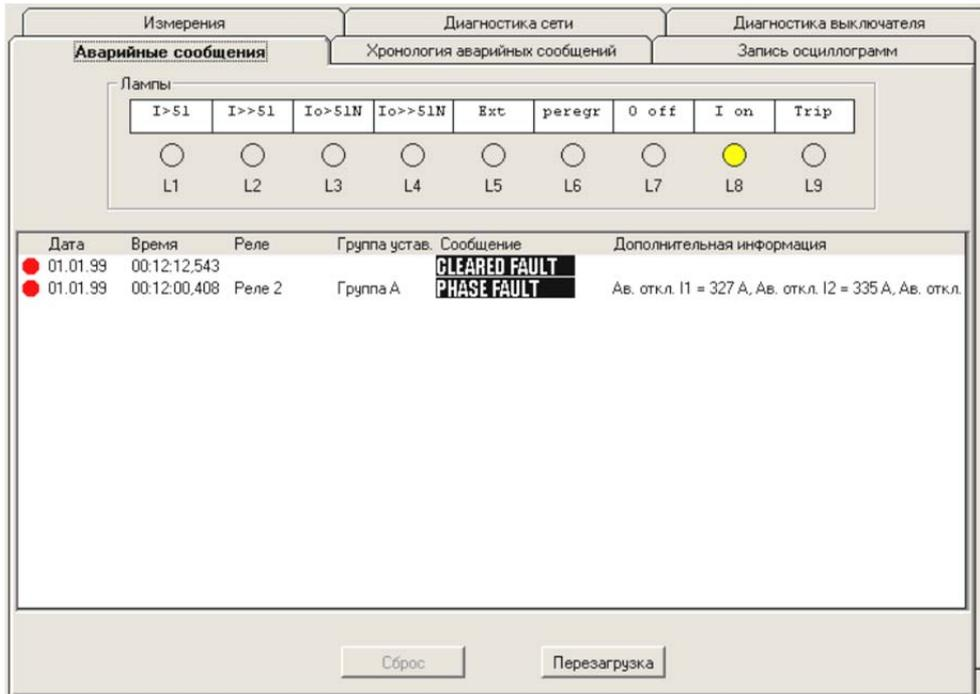

Рис. 5.15. Окно аварийных сообщений
9. На экране «**Аварийные сообщения**» (рис. 5.15) отображается состояние сигнальных ламп на передней панели терминала, а также информация обо всех аварийных сообщениях в виде таблицы, которая имеет следующие столбцы: дата, время, реле, группа уставок, сообщение, дополнительная информация.